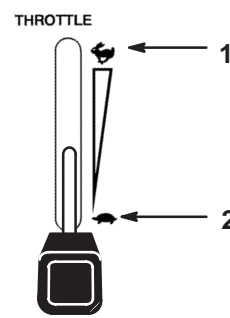

Bild 10
1. Stellen Sie den Gashebel auf Langsam (Bild 10).